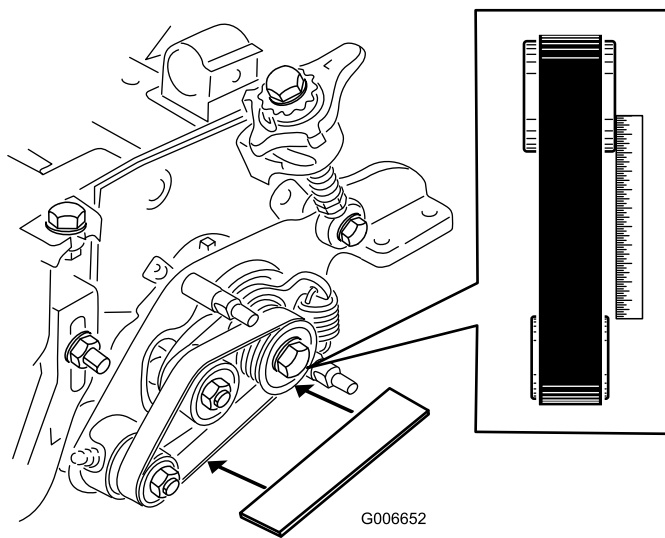

Bild 14
- Legen Sie eine Abziehlatte entlang der Außenseite der **Antriebsscheibe** (Bild 14).